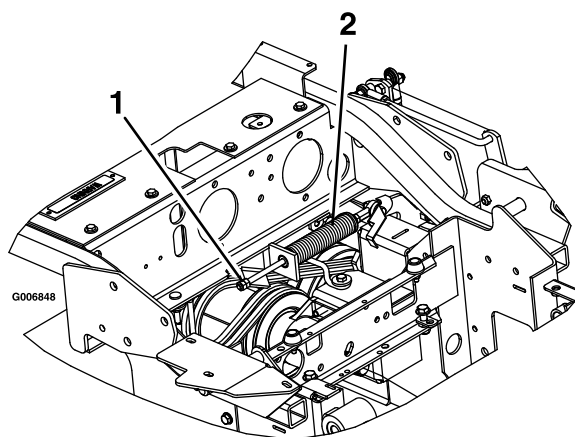

Рисунок 67
3. Найдите пружину тормоза и отверните 2 контргайки с конца штока пружины тормоза (Рисунок 67).